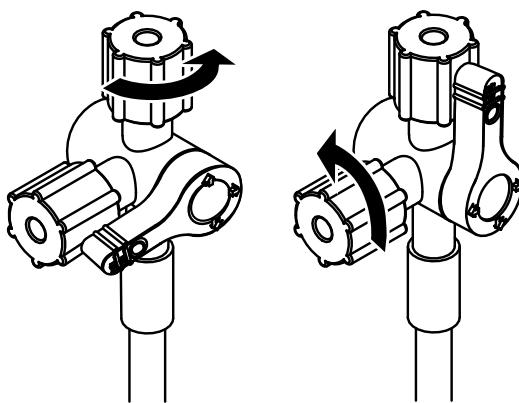

Figura 2. Valva cu 3 căi în poziții deschise
1. Scoateți dispozitivul din ambalaj și asigurați-vă că diametrul interior (ID) al tecii este adekvat pentru diametrul maxim al instrumentului sau al cateterului care urmează să fie introdus.
3. Pregătiți teaca pentru clătire și asigurați-vă că valva cu 3 căi este deschisă. Există două opțiuni disponibile. Vezi figura 2.